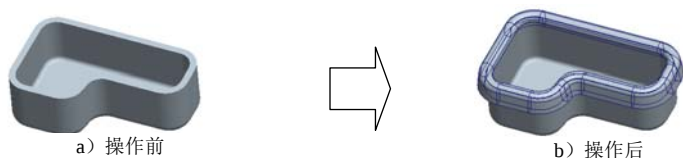

图 11.4.64 创建 C 型法兰附加钣金壁
(3) 选取法兰壁的形状类型 。
(4) 定义折弯半径。确认按钮  (在连接边上添加折弯) 被按下, 然后在后面的文本框中输入折弯半径值 5.0; 折弯半径所在侧为  (外侧, 即标注折弯的外侧曲面); 单击  按钮, 切换厚度的方向。
(5) 定义法兰钣金壁的侧面轮廓尺寸。单击  按钮, 在系统弹出的界面中, 分别输入数值 18.0, 90.0 (角度值), 并分别按回车键。
(6) 在操控板中单击  按钮, 预览所创建的特征; 确认无误后, 单击“完成”按钮 。
Step4. 创建图 11.4.64 所示的 C 型法兰附加钣金壁。